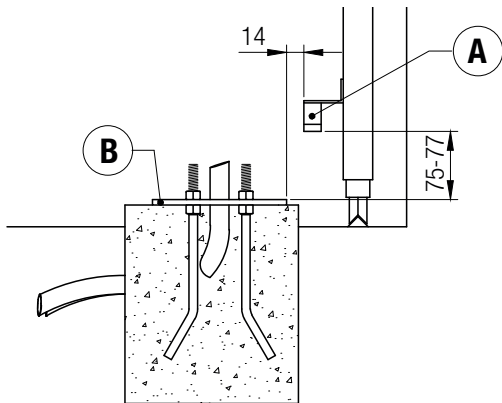

Fig. 1
- Introduire les tirants dans les 4 trous de la plaque de fondation et les bloquer avec les 4 écrous, comme indiqué dans la figure 1).